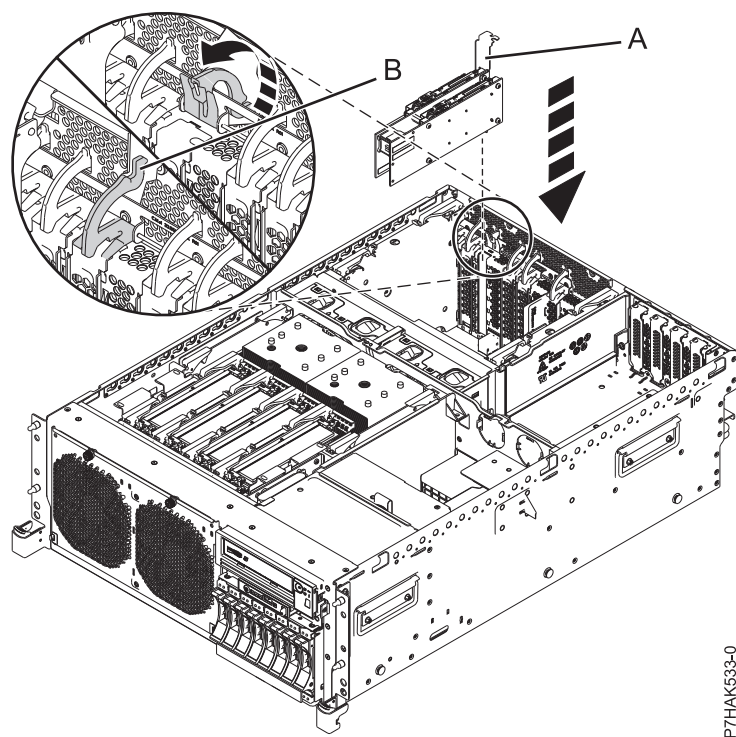
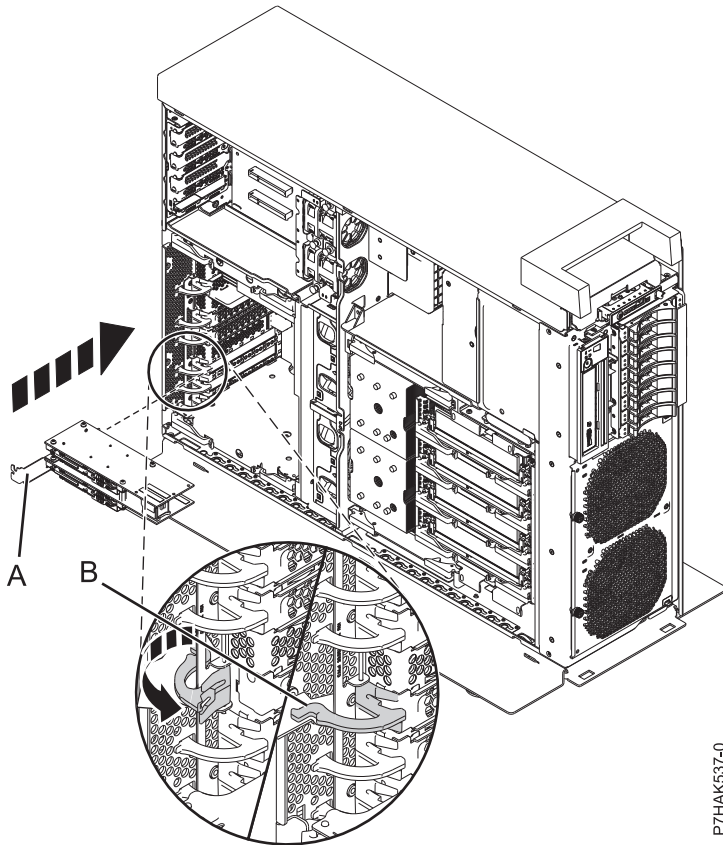

図 27. ラック・マウント・システム装置での PCIe RAID および SSD SAS アダプターの取り替え
図 28. スタンドアロン・システム装置での PCIe RAID および SSD SAS アダプターの取り替え
17. アダプターの先端を注意深く持ち、アダプター (A) をシステム・バックプレーンにある拡張スロットとそのコネクタに位置合わせします。図 27 および 40 ページの図 28 を参照してください。